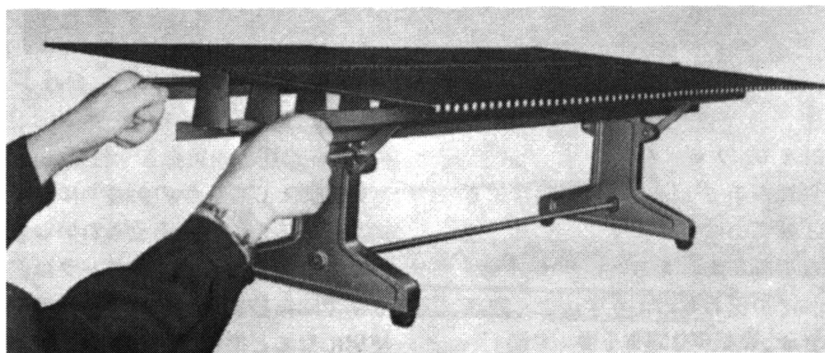

図3 装置外観
- ストップを両手で静かに開いて下ろすと実験できます。（図3参照）
波動実験器は図3のように、「中心線」に直角に金属棒を等間隔に多数置き、金属棒の中央でバランスさせて固定した「クロスアーム」が主要要素となっています。そして中心線を架台上の支え板に載せて水平につりあわせたものです。ちょうどすだれを水平にしたような形で、このすだれの隅になる金属棒の端を上下に振動させると波でき、それがゆっくりと波動実験器の長さ方向に伝わっていきます。このうごきは「中心線」のねじれ伝達を金属棒で拡大して試していることになります。
まずストップパを静かに開いて下げます。(図3参照)